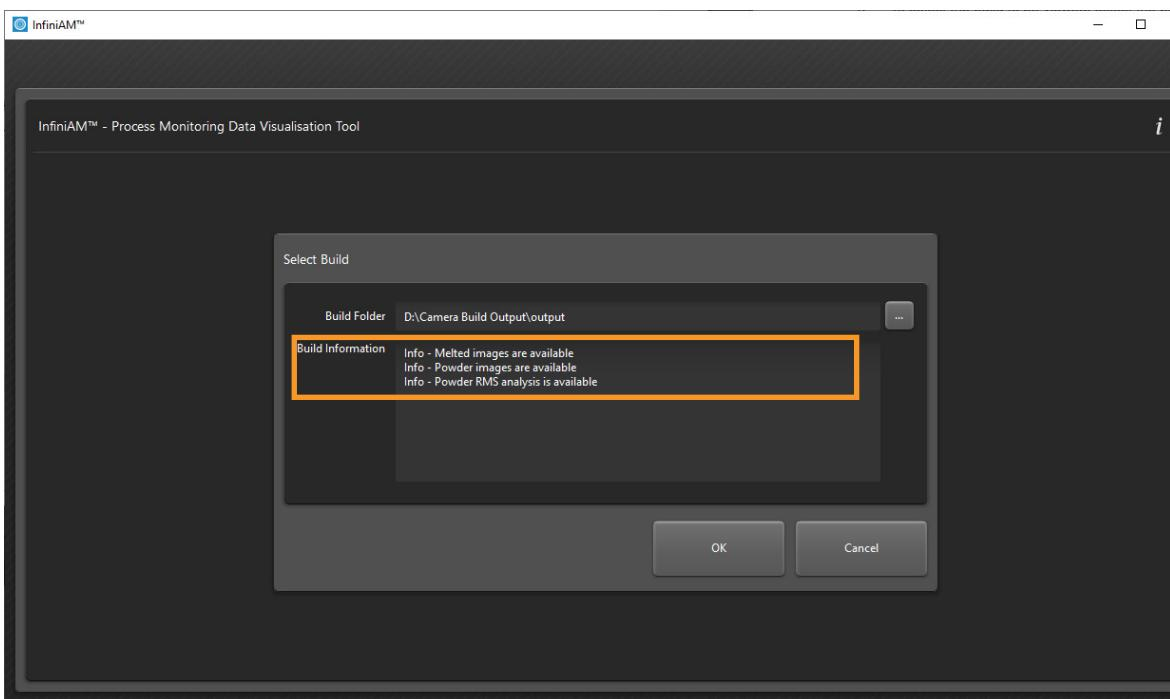

Abbildung 3 Im Feld „Build Information“ (Bauinformationen) angezeigte Beschreibung
5. Wenn der ausgewählte Ordner einen gültigen Kamerabilddatensatz enthält, wird eine Beschreibung des Baus im Feld **Build-Informationen** (Bauinformationen) angezeigt (siehe Abbildung 3). Klicken Sie auf **OK**, um die Baudaten zu betrachten.